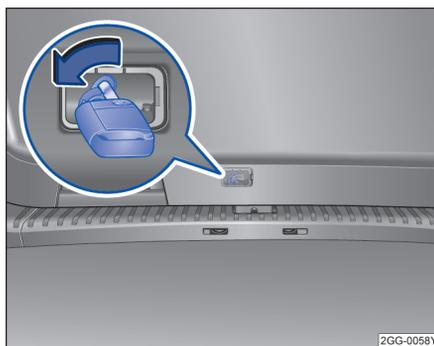

图 57 行李厢应急解锁
- 用手指或长型工具沿箭头方向拨动行李厢盖→图 57 应急解锁装置，同时将行李厢盖向外推，直到其打开。